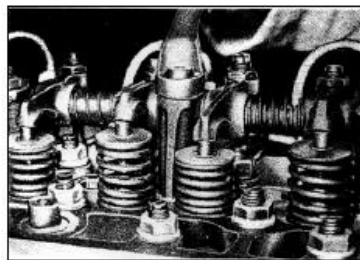

РИС. 4
- 9) Открутите установочные болты кронштейна оси клапанного механизма и снимите его (см. рис. 4).